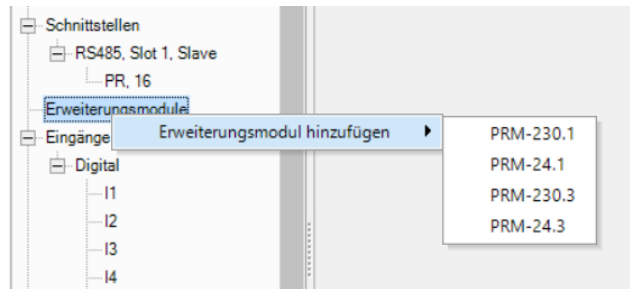

Abb. 5.1
4. Fügen Sie PRM-Modul das Kontextmenü (*Abb. 5.1*) hinzu.